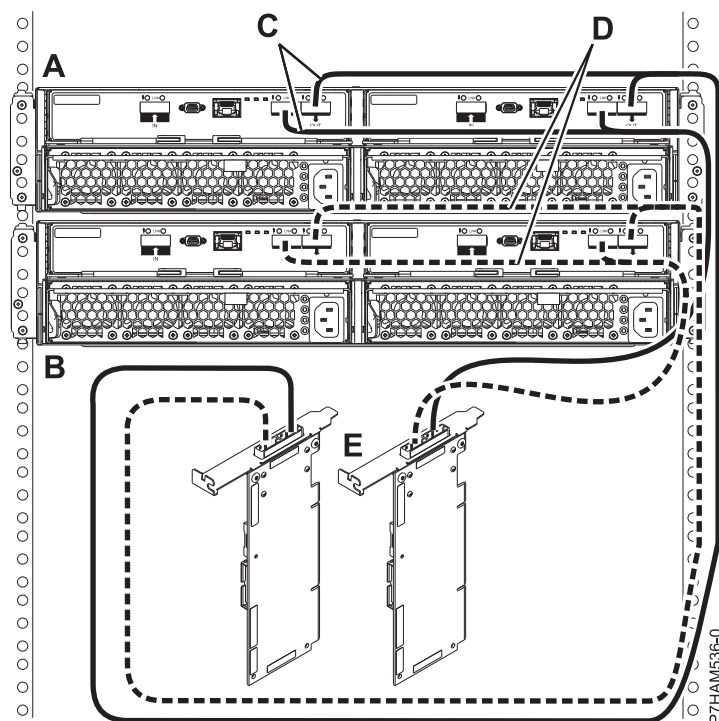

図 38. 1 対の SAS アダプター・ペアへの YO ケーブルを使用した、2 台の 5887 ディスク・ドライブ・エンクロージャーのモード 1 接続
12. 89 ページの図 38 に示すように、1 対の SAS アダプター・ペア (E) への YO ケーブル (C および D) を使用した、2 台の 5887 ディスク・ドライブ・エンクロージャー (A および B) のモード 1 接続を行います。